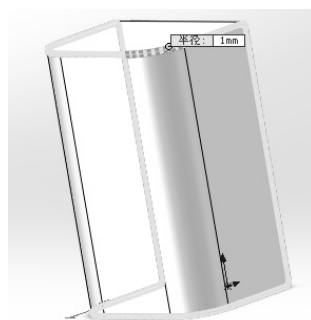

图 7-27 选择的边线
(12) 单击**圆角** ，设置界面如图 7-26 所示。选定**圆角半径**为 1.00mm。选择**边线 1**，**边线 2**，如图 7-27 所示。